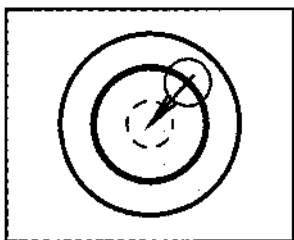

Рис.3
1. Включите выключатель питания (6) в положение ON . Прибор выдаст проекцию лазерного луча в горизонтальной плоскости.
2. Если уровень находится под наклоном выше предела компенсатора будет звучать прерывистый сигнал и мигать луч , отрегулируйте прибор с помощью регулировочных опор чтобы сигнал прекратился . Затем отрегулируйте прибор по пузырьковому уровню в верхней части блока (рис. 3)